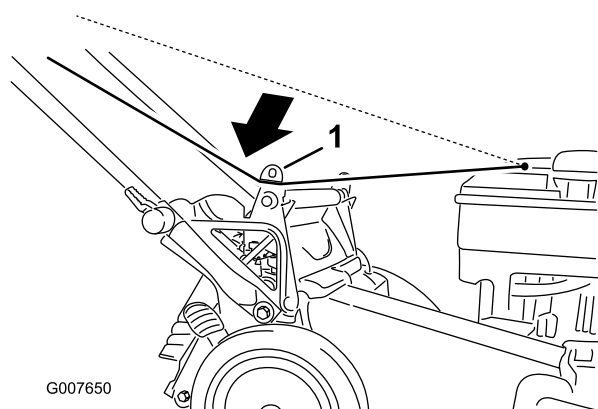

Figure 22
1. Faites passer le câble du lanceur autour du guide inférieur (Figure 22).